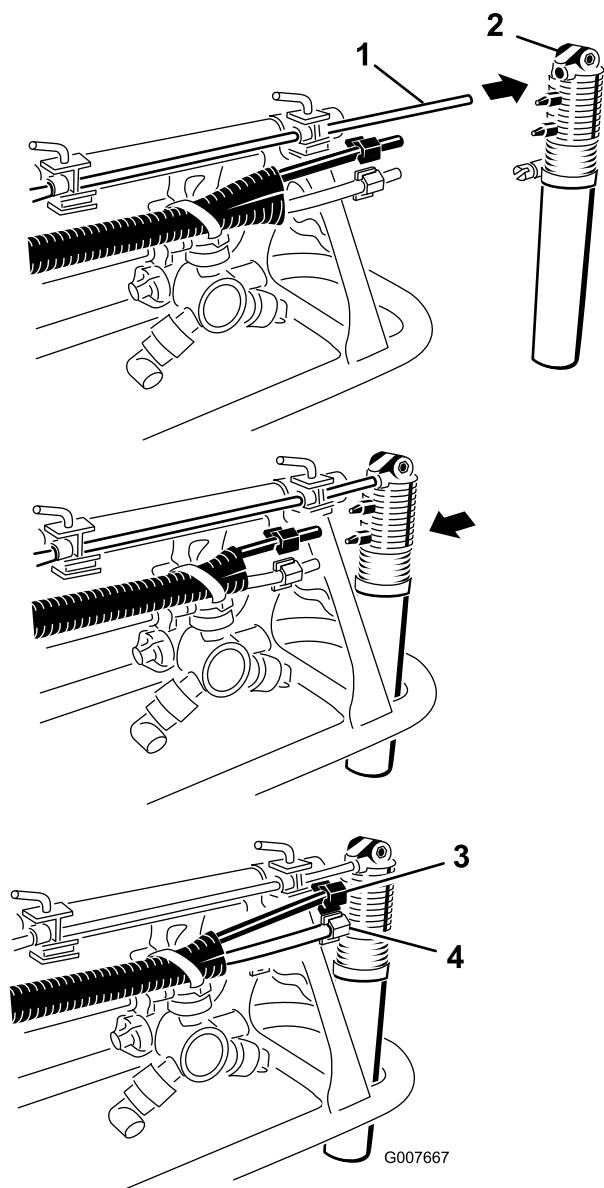

图14
- 找出散装零件中的泡沫喷嘴。如（图14）所示将喷嘴安装至支撑棒上。